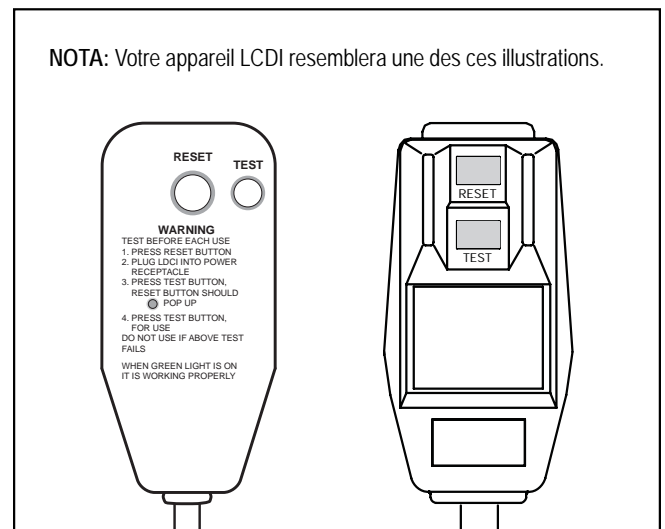

Figure 7
1. Branchez la corde d'alimentation dans une prise à la terre de trois (3) broches.
2. Appuyez sur le bouton de redémarrage (RESET) (Figure 7).